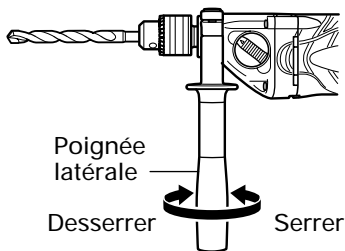

Fig. 3
8. Fixation de la poignée latérale (Fig. 3)